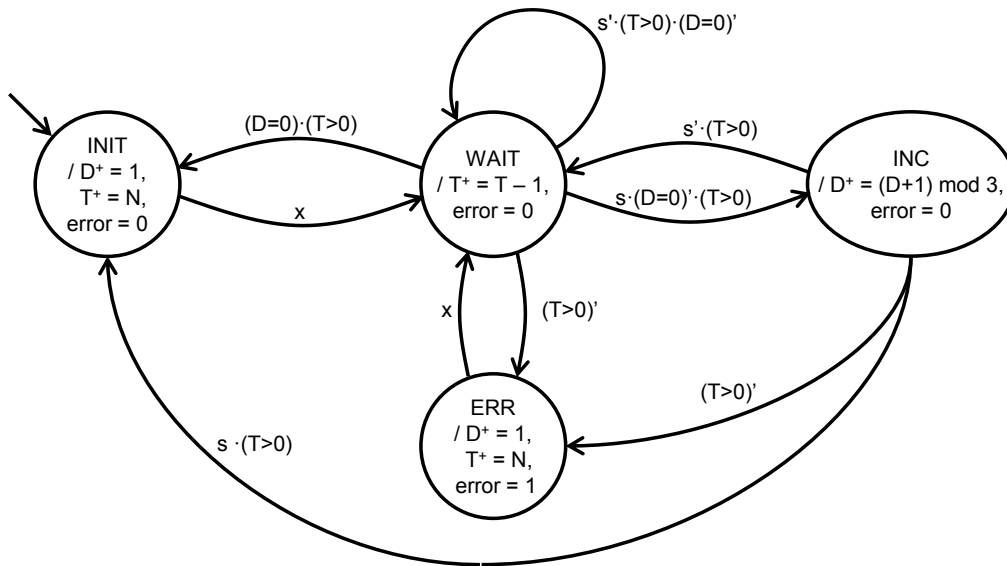

Fig. 2. EFSM del controlador del módulo contador.
- c) [10%] A partir de las tablas de transiciones y de salidas del grafo de la fig. 2 que se dan a continuación, implementéis la unidad de control usando ROM y los registros, los bloques combinatoriales y las puertas lógicas que creáis convenientes, considerando que la entrada *N* es un valor dentro del rango [0,15]. Especificad y justificad las dimensiones de la/las ROM que uséis e indicad su contenido.